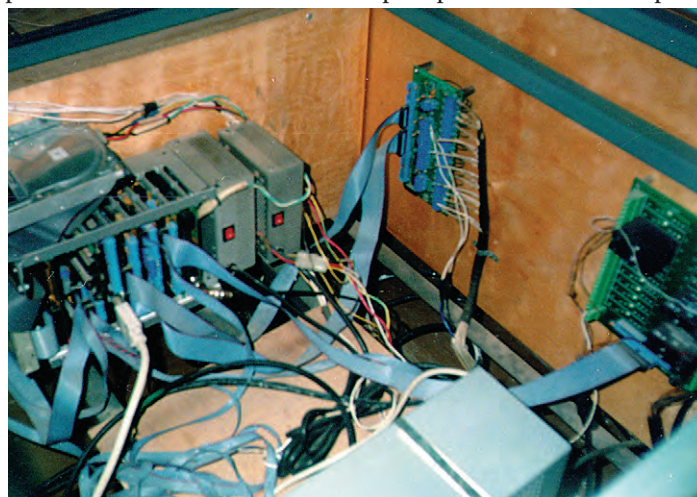

Рис. 3. Система управления на базе MicroPC
- На рис. 3 можно увидеть, как все это выглядило в реальности.